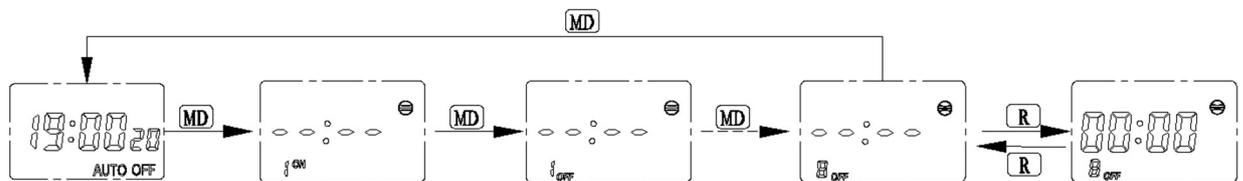

Рисунок 12. Светодиодный индикатор (настройка времени для других групп)
3.2.2.6.3 По окончании настройки времени ВЫКЛ. первой группы пользователь может продолжить настройку других групп согласно двум шагам выше. Существует 8 групп программируемого времени выкл/вкл, пользователь может использовать кнопку «R» для удаления времени ненужных групп, то есть на экране будет отображаться «-: -», для восстановления времени нажмите снова кнопку «R», как показано на рис. 12. По окончании настройки нажмите кнопку «MD» для выхода.